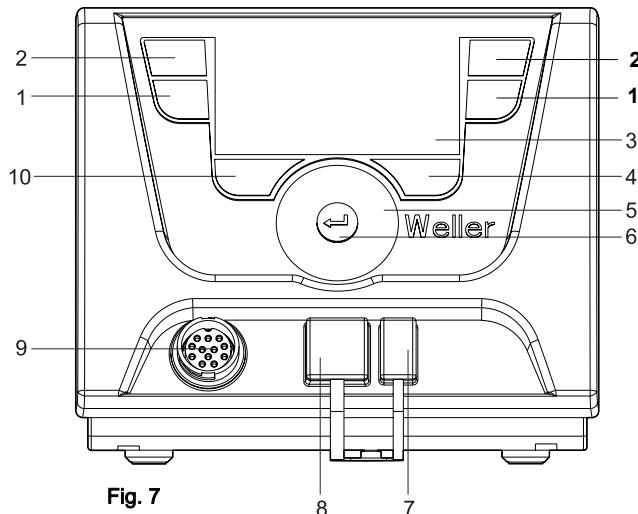
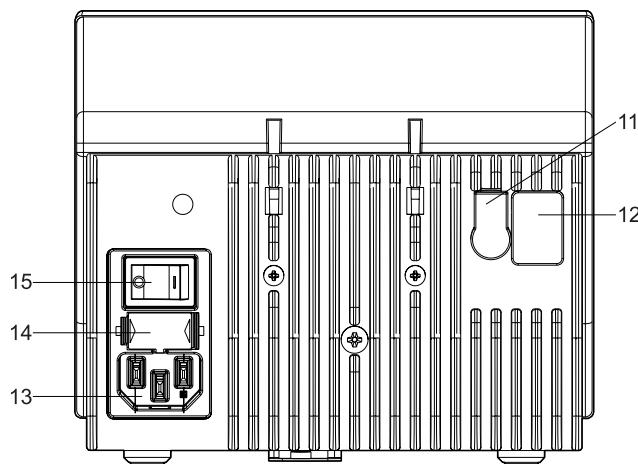

Fig. 7
Fig. 8
*) Vedere anche le illustrazioni panoramiche (Fig. 7 e Fig. 8, pagina 8).
Attenersi alle illustrazioni panoramiche (Fig. 7 e Fig. 8, pagina 8).